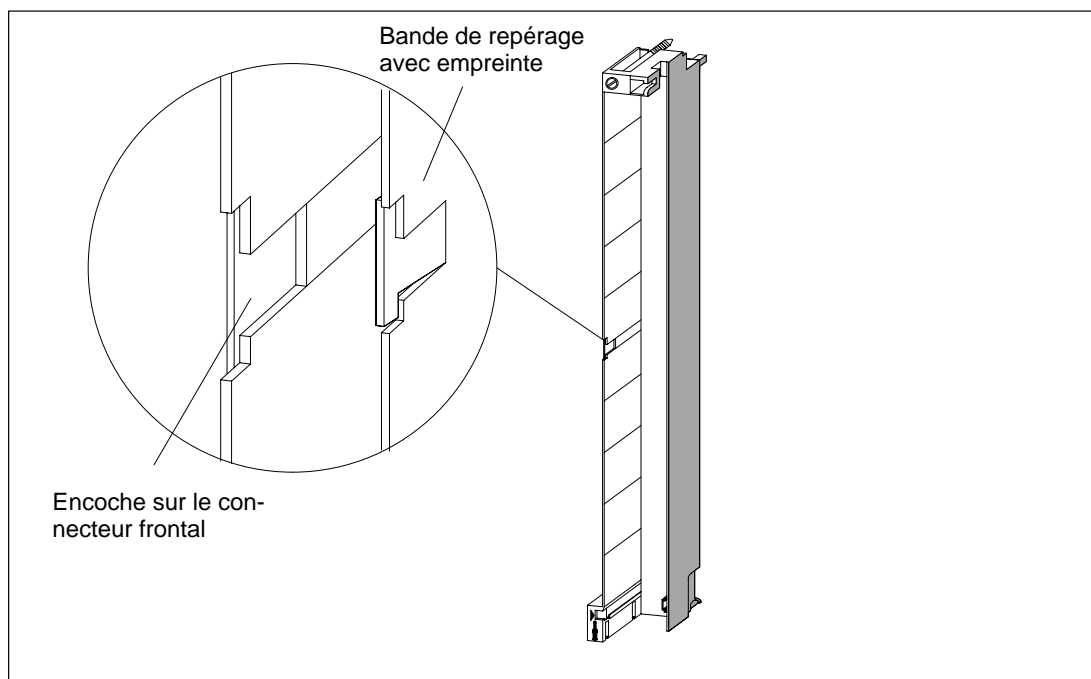

Figure 4-20 Mise en place de la bande de repérage dans le connecteur frontal
2. Fixez l'une de ces deux bandes à l'intérieur du connecteur ouvert, du côté gauche. La bande de repérage porte au milieu une empreinte en T qui vous permet de la fixer sur le boîtier du connecteur. Pour la mettre en place, repoussez l'empreinte légèrement de côté et veillez à ce qu'elle vienne s'engager dans l'encoche sur le connecteur frontal (voir figure 4-20).
La figure 4-20 montre dans le détail la mise en place de la bande de repérage à l'intérieur du connecteur frontal.